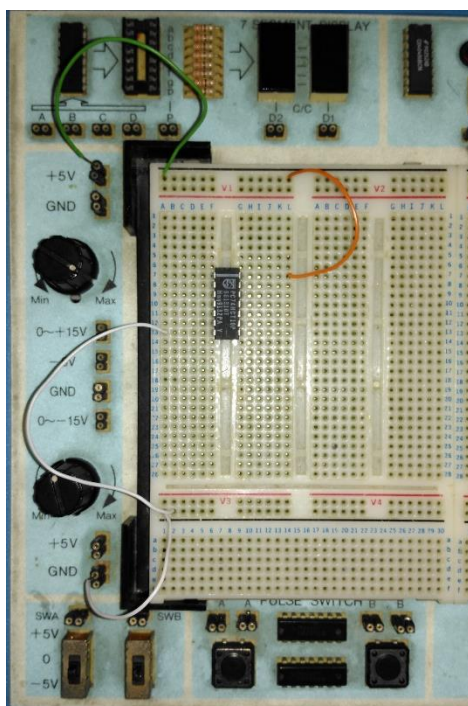

Fig. 2 - Alimentação do CI.
- Alimente o circuito, tanto no Vcc (pin 14) como no ground (pin 7). Note que se fizer as ligações como indicadas na Fig. 2, todos os furos por baixo da linha preta de cima estão a 5V (Vcc), e todos os furos acima da linha preta de baixo estão a 0V (ground).